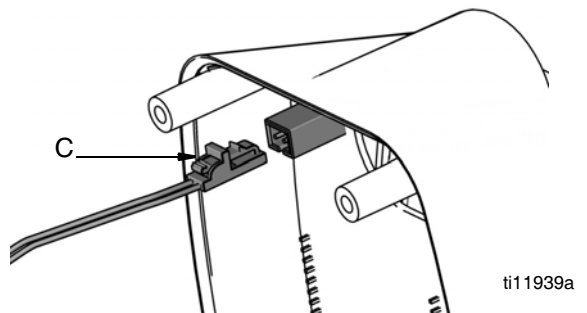

ABB. 33
5. Magnetventilleitung abklemmen (C) (ABB. 33).